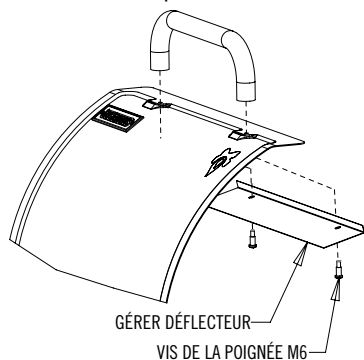

FIG. 4
- Monter la poignée comme indiqué à la Fig 4.